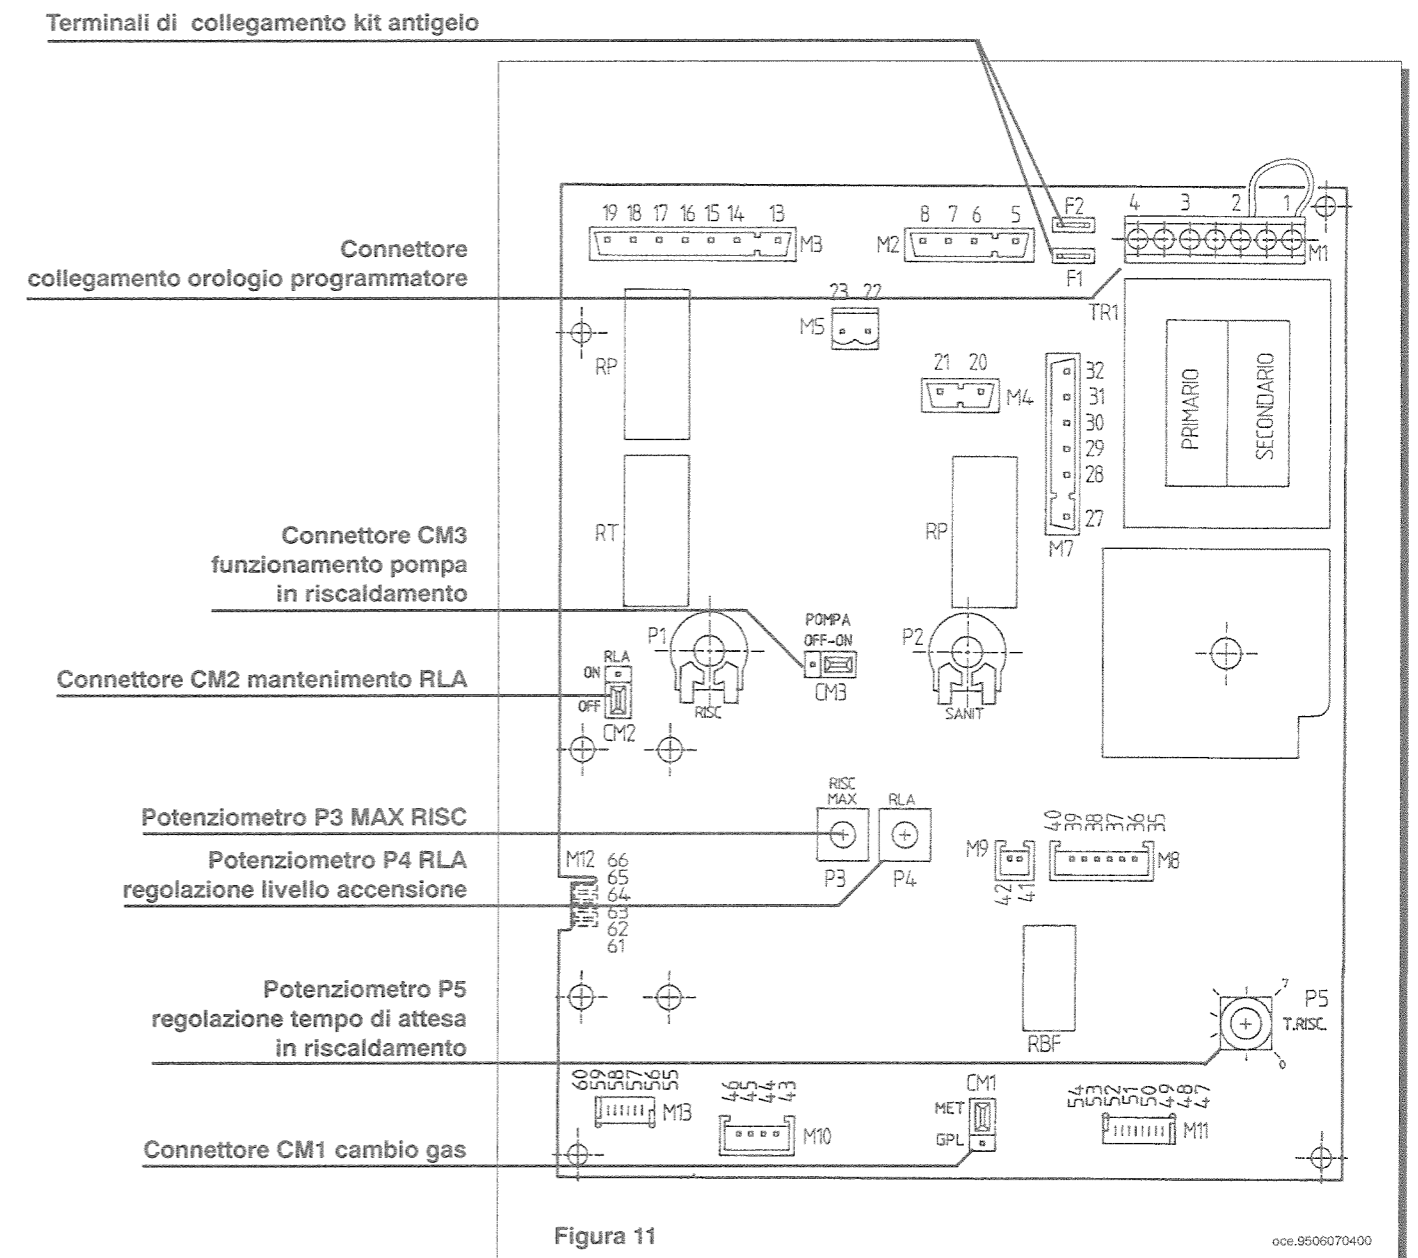

Figura 11
- * collegare il motore del programmatore al connettore M1 della scheda elettronica principale (morsetti 3 e 4 di figura 11 a pagina 19);